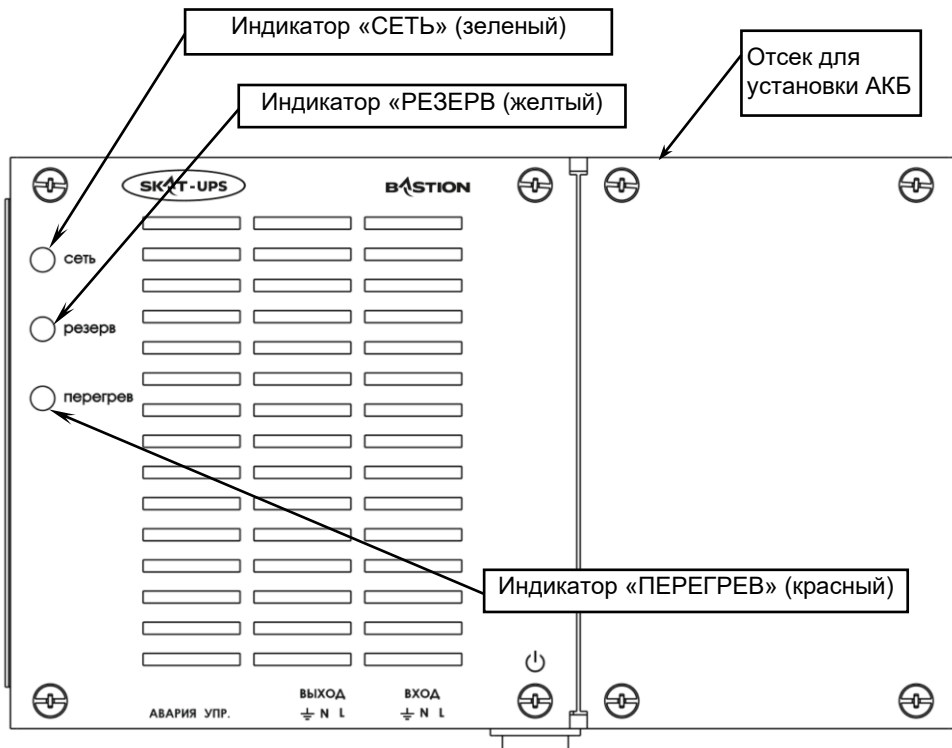

Рисунок 1 — Общий вид передней панели изделия
Изделие выполнено в металлическом корпусе и предназначено для установки на DIN-рейку в электротехническом шкафу. Внутри корпуса источника предусмотрено место для размещения аккумуляторной батареи (см. рисунок 1).
Светодиодные индикаторы, расположенные под крышкой корпуса (см. рисунок 1), обеспечивают индикацию режимов работы источника и состояния АКБ:
- После самотестирования изделие перейдет в режим «ОСНОВНОЙ», включится индикатор «СЕТЬ» (см. рисунок 1)
Отключить сетевое напряжение. Изделие должно автоматически выполнить переход на резервное питание нагрузки от АКБ. Индикатор «СЕТЬ» погаснет, индикатор «РЕЗЕРВ» включится (см. рисунок 1).
Включить изделие выключателем. Изделие выполнит те же действия, что и при работе от сети, за исключением того, что питание нагрузок осуществляется от АКБ. Изделие сразу перейдет в режим «РЕЗЕРВ», индикатор «РЕЗЕРВ» включится (см. рисунок 1).